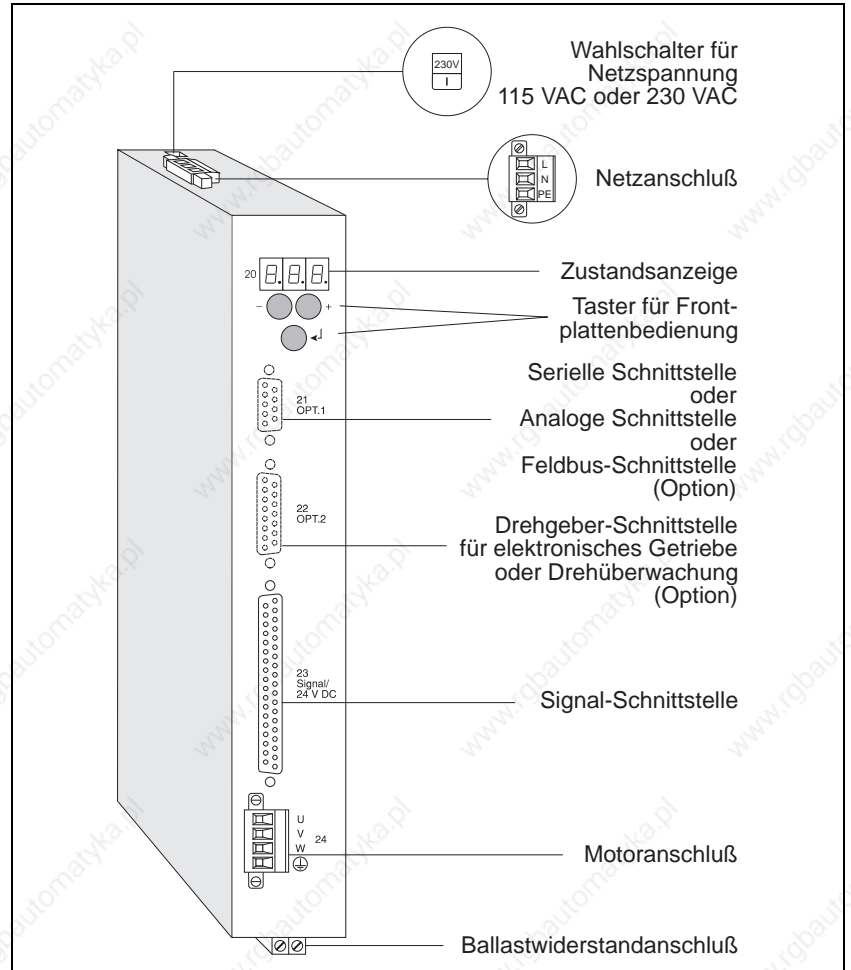

Bild 1-1 Positioniersteuerung WDP3-01X
**Verwendungszweck** Mit der Positioniersteuerung WDP3-01X (Bild 1-1) können folgende SIG BERGER LAHR 3-Phasen-Schrittmotoren mit 325-V-Motorspannung angesteuert werden: